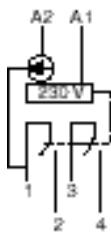

Figura 1: cablagem da bobina com 1 fio
- posição horizontal (figura 1): é necessário um só fio para a cablagem, o outro fio é substituído por uma ligação interna; por segurança o borne não fica acessível, é ocultado por uma protecção azul